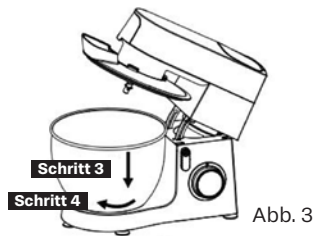

Abb. 3
- Wiegen Sie die Zutaten und das Wasser ab und geben Sie sie in die Rührschüssel. Stellen Sie die Rührschüssel (4) auf das Gerät (Schritt 3) und drehen Sie sie im Uhrzeigersinn, bis sie einrastet und gesichert ist (Schritt 4). (Abb. 3)